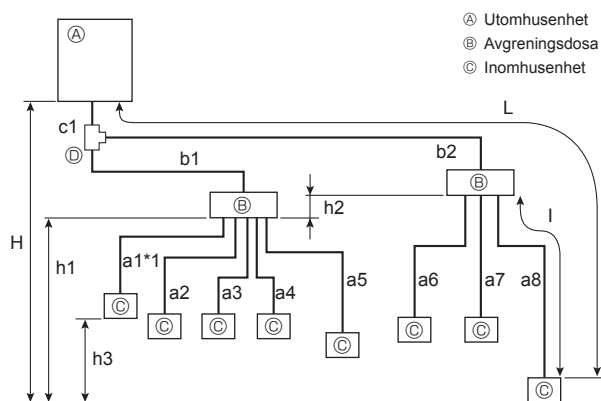

Fig. 4-2
4.1.2. Anslutning med Avgreningsdosa (Fig. 4-2)